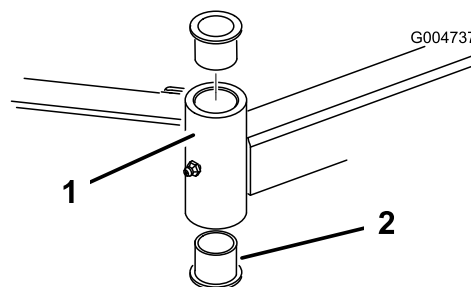

Figura 23
4. Inserite un punteruolo nella parte superiore o inferiore del tubo di fissaggio, e spingete la boccola fuori del tubo (Figura 23).